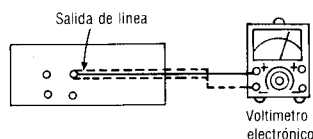

Fig. 1
2. Comprobar que la frecuencia esté dentro de la gama mostrada en la Fig. 1 tanto para CH-1 como para CH-D.
1. La conexión del equipo de prueba se muestra en la Fig. 1.